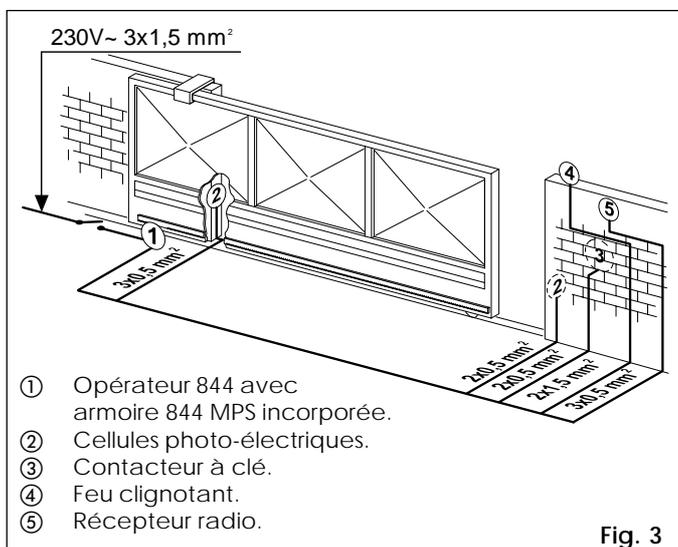

Fig. 3
Encombrement motoréducteur LxHxP(mm)	voir Fig. 3
- 4) Poser les câbles électriques pour la connexion avec les accessoires et l'alimentation électrique comme indiqué Fig. 3. Pour faciliter les branchements électriques à l'armoire de manoeuvre, faire sortir les câbles d'environ 45 cm du trou de la plaque de fondation (Fig. 5-6 rep. ❶)
Disposer les conduits et procéder aux branchements électriques de l'armoire de manoeuvre électronique 844 MPS avec les accessoires choisis comme indiqué Fig. 3.